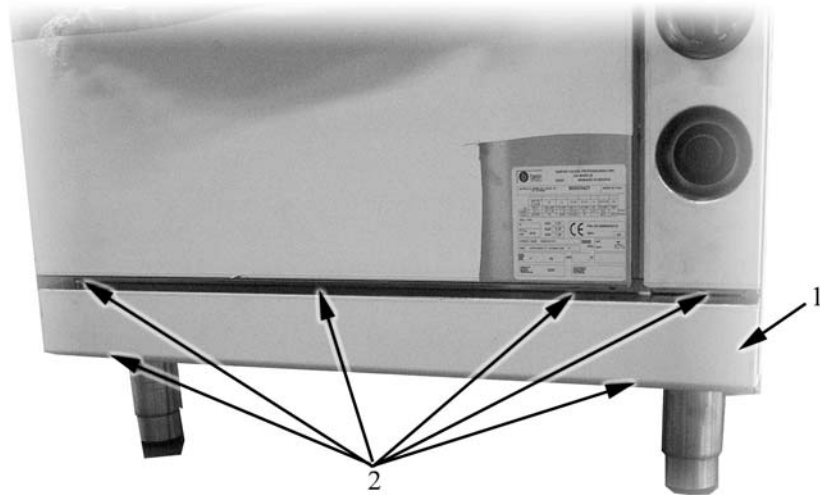

Abb. 12
- Die untere Fronblende (pos. 1 auf *** 'Abb. 12' on page 39 ***) durch Lösen der Schrauben in pos. 2;